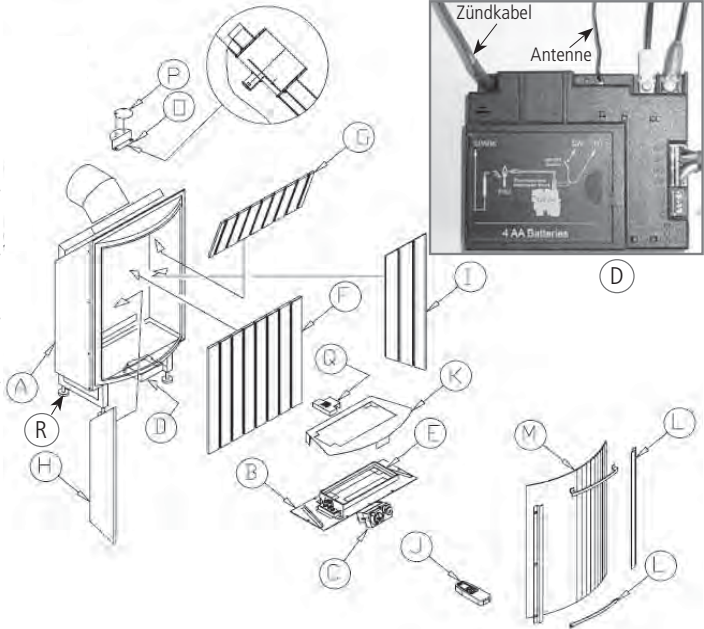

Abb. 2.12 Übersicht über die Baugruppen
- Fußschrauben (R, siehe Abb. 2.12) entfernen,
- Die untere Scheibenhalterleiste (L, siehe Abb. 2.12) lockern, aber nicht entfernen.
- Die rechte, die linke und die obere Scheibenhalterleiste (L, siehe Abb. 2.12) entnehmen.
- Die Sichtscheibe (M, siehe Abb. 2.12) herauszunehmen.
Der Einbau der Drosselscheibe (P, siehe Abb. 2.12) und der Stauscheibe (O, siehe Abb. 2.12) richtet sich nach der senkrechten Höhe der Abgasleitung.
- Sichtscheibe demontieren (s. (5))
- Die Halteleiste der Prallplatte (G, siehe Abb. 2.12) vorsichtig schräg nach vorne oben abziehen.
- Die Prallplatte (G, siehe Abb. 2.12) ebenfalls schräg nach oben aus den zwei unteren Halterungen herausziehen.
- Eine Feuerraum-Seitenwand (H oder I, siehe Abb. 2.12) entfernen: das Seitenteil etwas nach hinten zur Rückwand drücken und vorne zur Feuerraummitte drehen. Das Seitenteil bzw. die Seitenteile entnehmen.
- Die Stauscheibe (O, siehe Abb. 2.12) mit oder ohne zusätzlich angebaute Drosselscheibe (P) von hinten auf die Gewindehülsen der Haltetasche im Abgasstutzen stecken. Dabei muss sich das Segment der Drosselscheibe im unteren Bereich des Abgasstutzens liegen.